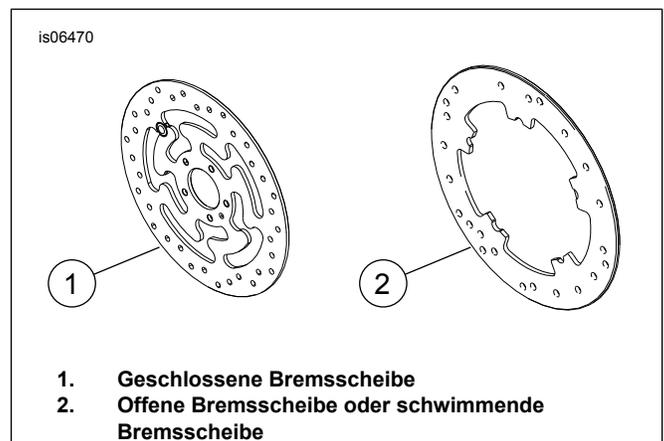

Abbildung 1. Vorderradbremsscheibenarten
- Bremsscheibenschrauben ( Siehe Abbildung 1. und Tabelle 1 )